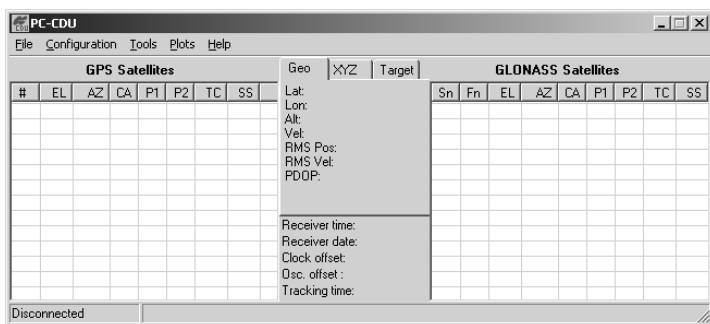

Figura 2-8. Pantalla Principal PC-CDU
1. Una vez que el receptor y la computadora se encuentren conectados, inicial PC-CDU en su computadora. Verá la pantalla principal de PC-CDU (Figura 2-8).